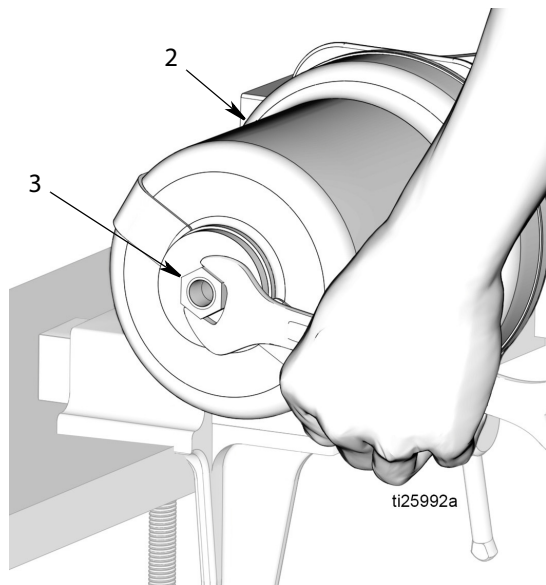

Рис. 55
- е. Накрутите стопорную гайку поршня (3) на верхнюю часть пневматического цилиндра (2), как показано на Рис. 55. Затяните гайку гаечным ключом. Затягивать гайку следует с усилием 15 - 17 футофунтов (20,3 - 23,1 Н·м).